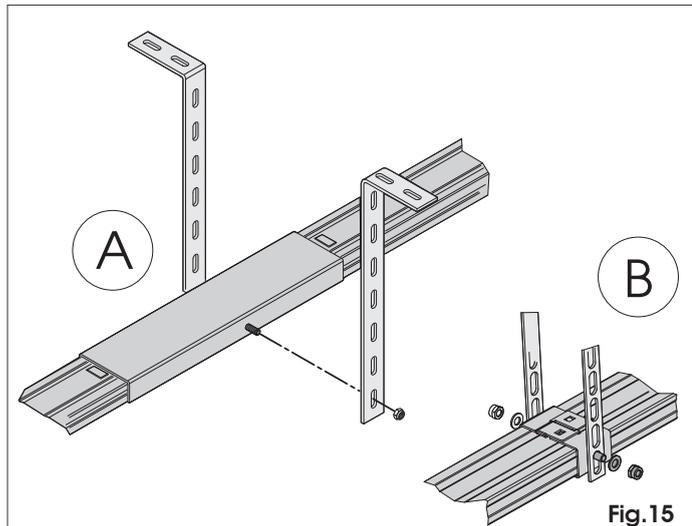

Fig.15
- 13) Si l'on utilise un rail en deux éléments avec un raccord central (Fig. 15 réf. A) ou le support central pour le rail unique (Fig. 15 réf. B - en option), procéder à la fixation au plafond au moyen des brides spécifiques et en agissant comme aux points 9, 10 et 12 (Fig. 15).